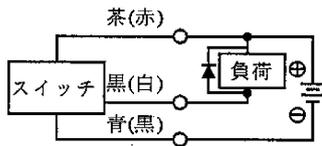

図7 誘導負荷にサージ吸収素子(ダイオード)を併用した例。ダイオードは日立製作所製V06C又は相当品を使用してください。
- 誘導性負荷(リレー、電磁弁)を接続使用する場合には、スイッチOFF時にサージ電圧が発生しますので図7に示す保護回路を必ず設けてください。